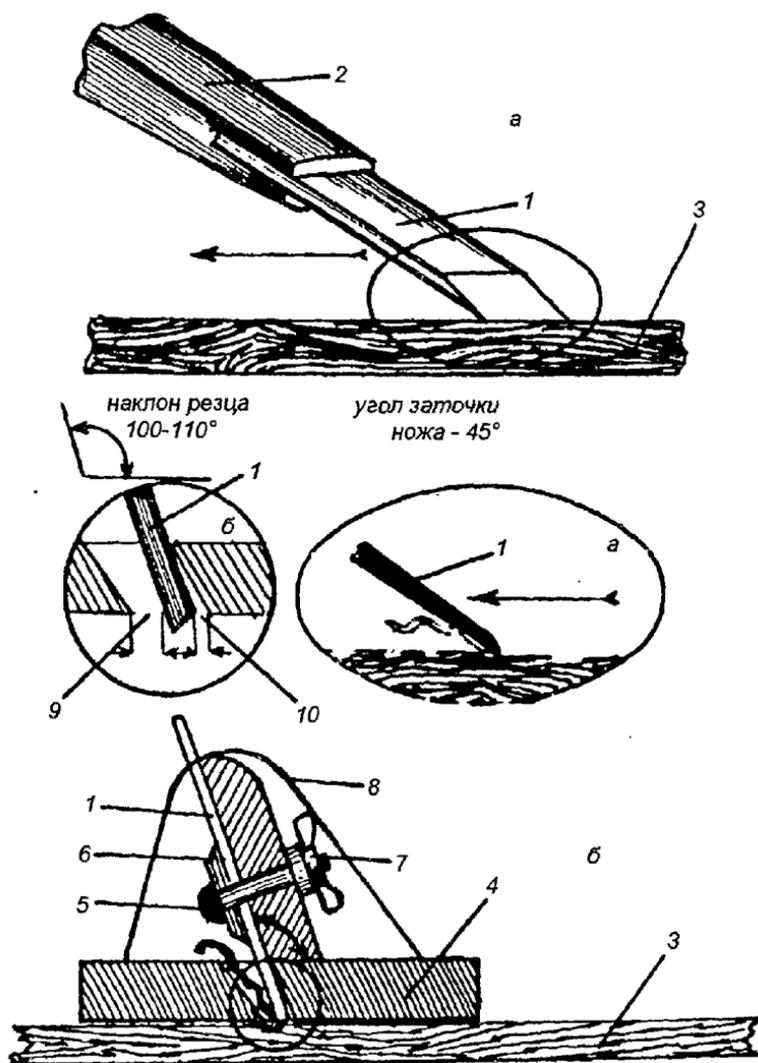

Рис. 155. Цикля
Цикля. Цикля представляет собой простую металлическую пластину с заточенной кромкой. Сама металлическая пластина закрепляется в деревянные колодки. Применяют два вида циклей: корпусная цикля и нож-цикля (рис. 155).
Нож-цикля — это режущий нож, насаженный на рукоятку (рис. 155 а). Оптимальные размеры ножа — 150×90×2 мм, 100×70×1,5 мм, 120×90×2 мм. Заточка ножа прямая. Для того чтобы образовывались заусенцы, при наличии которых обеспечивается зачистка, кромки цикли необходимо развальцевать. Для этого циклю (нож) зажимают в тисках и сильно нажимают на угол кромки круглым полированным стальным стержнем (диаметром 12 мм).
Корпусная цикля (рис. 155 б) имеет основу — подошву (4) и корпус (8), в которых винтом (5) и гайкой (7) закрепляется нож (1). Стационарная заточка ножа 45°, угол наклона ножа — 100–110°. В подошве (4) при закрепленном ноже конструктивно предусмотрены два зазора — один (9) для выхода стружки, другой (10) за режущей кромкой обеспечивает пластичность ножу (1), что способствует перемещению стружки перед резцом. Режущая кромка ножа выступает из подошвы не более чем на 0,5–1 мм.